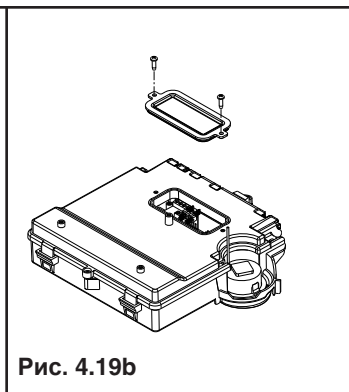

Рис. 4.19b
- отвинтите крепёжный винт и снимите крышку электронной платы (рис. 4.19b)